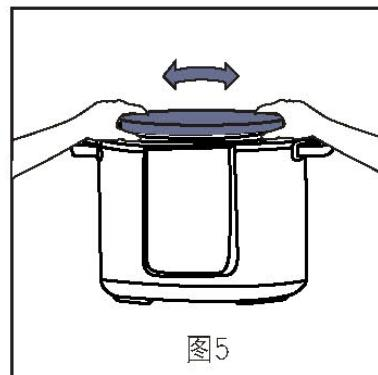

图5
3. 将内锅放入外锅内，放入前先把内锅及发热盘表面抹净，外锅内及发热盘表面不得存有杂物；放入内锅后，左右轻轻旋转一下，保持内锅与发热盘接触良好(如图5所示)。